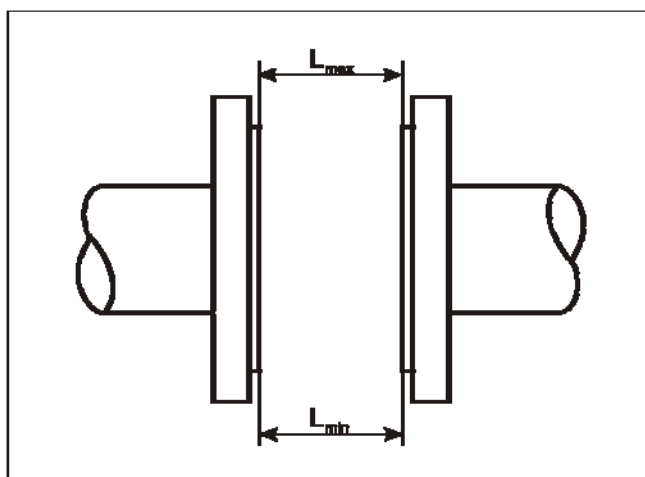

Рисунок 5 — Определение отклонения фланцев трубопровода от параллельности
2.2.2.3 Фланцы трубопроводов должны быть соосны и плоскопараллельны друг другу (рисунок 5), что достигается применением при сварке специального габаритного имитатора датчика расхода.
2.2.2.6 В случае необходимости демонтажа прилегающих прямолинейных участков, при обратном монтаже следует учитывать, что наибольшее допустимое отклонение ответных фланцев на трубопроводе от параллельности должно определяться из неравенства $L_{max} - L_{min} < 0,5 \text{ мм}$ (рисунок 5).